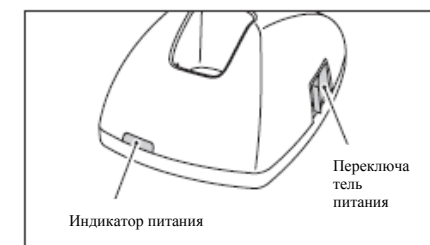

Рис.5
3. Включите переключатель питания. После этого проверьте, что загорелись индикаторы питания (Рис. 5).